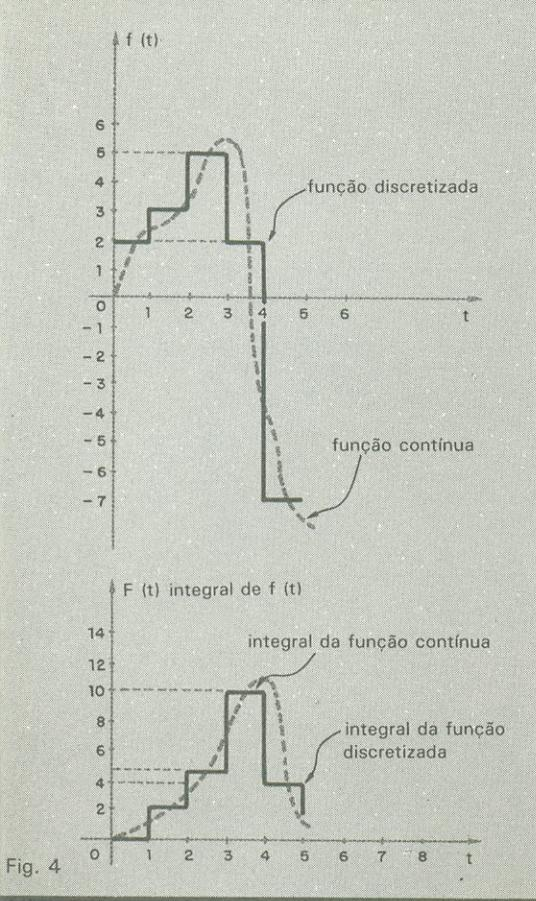

Fig. 4
**Ganho integrativo** — O segundo termo que aparece no PID é o ganho integrativo. Este termo vem da operação matemática de cálculo, denominada integral. Esta nada mais é que uma série de acumulações do valor de uma determinada função entre dois limites prefixados. Assim, imagine uma determinada função que apresenta valores 2, 3, 5, 2, -7 para instantes de tempo sucessivos. Neste caso, a integral dessa função corresponde à soma dos seus próprios valores a cada intervalo de tempo. Portanto, a integral equivaleria a: 0, 2, 5, 10, 12, 5 para cada instante de tempo correspondente aos instantes da função. Neste caso, ela é discreta (fig. 4), mas, se fosse contínua, a somatória seria instantânea, levando em conta a variável tempo.